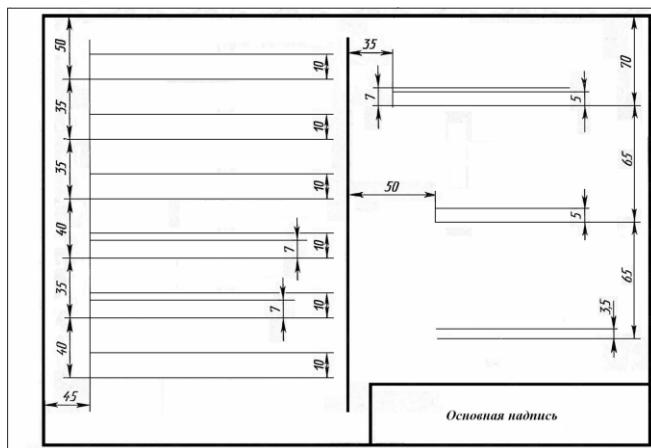

Рис.7. Выполнение разметки чертежа
2. Твердым карандашом начертите на бумаге (формат А3) рамку и оставьте место для основной надписи, сделайте разметку чертежа (рис.7), но размеры на чертеже **не проставляйте**.